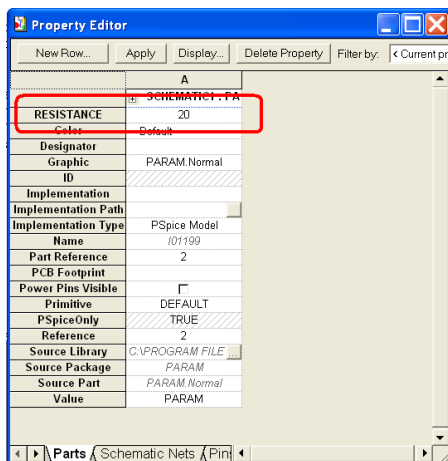

图 26. 全局变量 RESISTANCE 已建立
4) 点击 Apply. 见图 26, 全局变量 RESISTANCE 已建立.